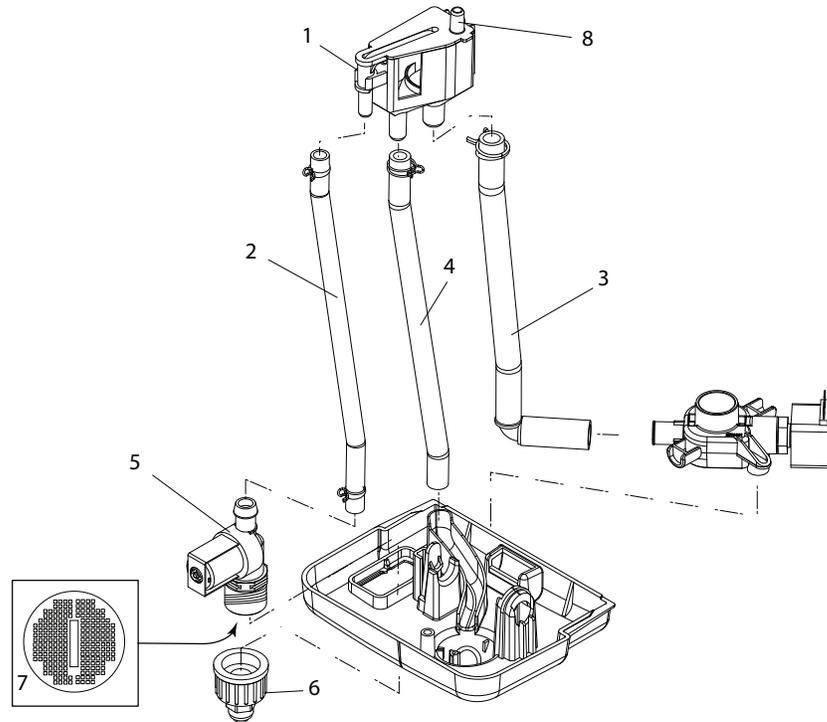

Figure 11 - Composants de la tuyauterie interne
1. (Recommandé) Retirer les tuyaux et colliers de serrage de la coupelle de remplissage. Se reporter à Figure 11 - sur la page précédente.